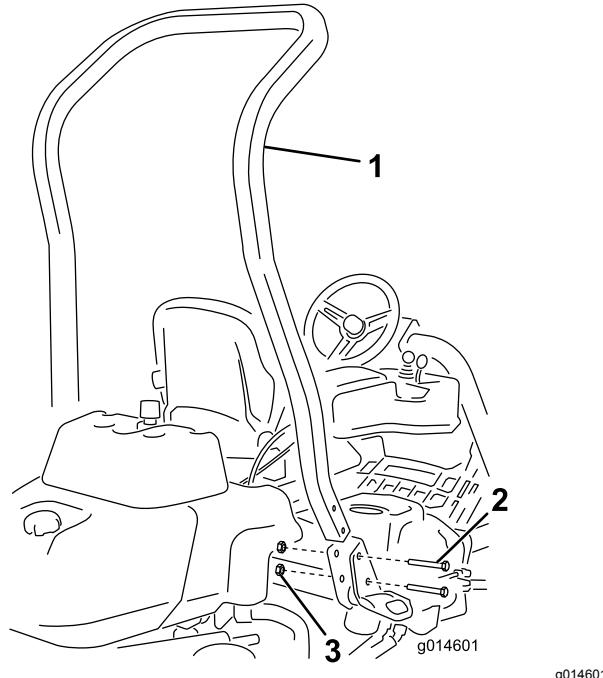

図 3
3. 機体の左右にあるポケットにROPSを差し込み、ボルト $\frac{1}{2}$ " x 3 $\frac{3}{4}$ " 4本とフランジナット $\frac{1}{2}$ "で固定する図3。.